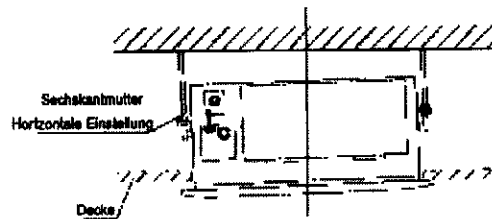

Abb. 14
- Wenn nach Festziehen der Schrauben immer noch eine Lücke zwischen dem Paneel und der Decke existiert, muss die Höhe des Innengeräts erneut verändert werden. Die Höhe des Innengerätes lässt sich durch die Öffnungen an den vier Ecken des Paneels verändern, sofern dadurch der Hub des Innengerätes und des Abflussrohrs nicht beeinträchtigt wird (s. Abb. 14, rechts).
(3) Hängen Sie das Lüftungsgitter in das Paneel, und schließen Sie anschließend das Kabel des Swing-Motors und des Schaltkastens am Hauptgerät an.
(4) Um das Lüftungsgitter wieder einzusetzen, gehen Sie in der umgekehrten Reihenfolge vor und installieren es.
② INSTALLATION DES INNENGERÄTS (schmale Vier-Wege-Kassette)